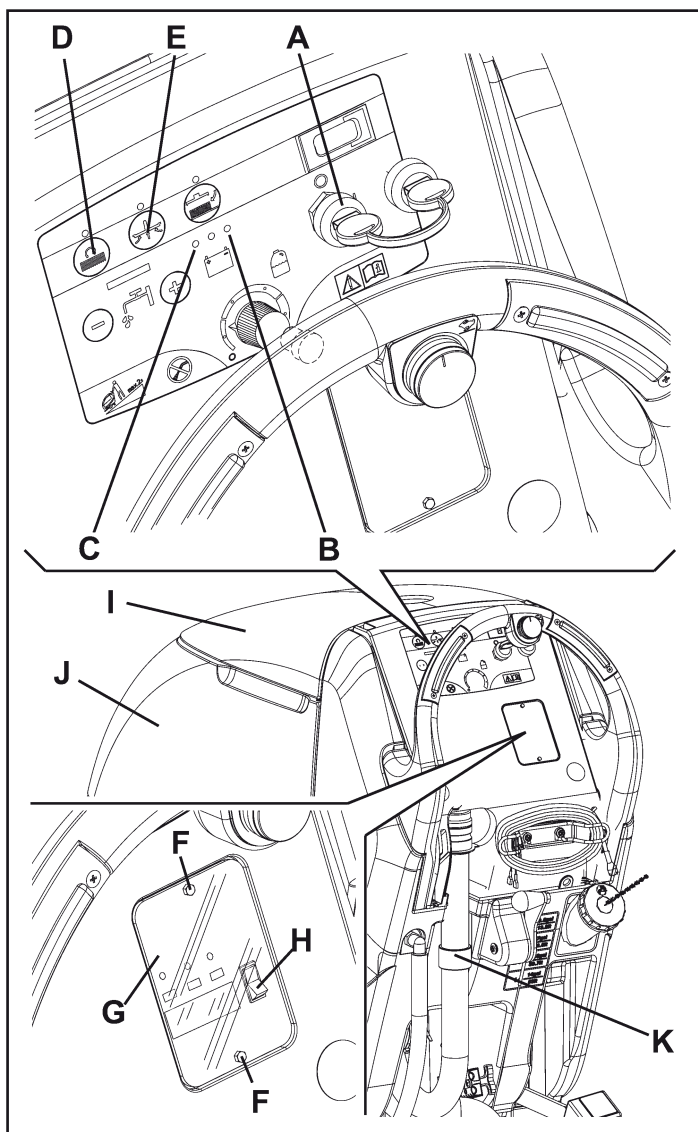

Figure 7
1. Tourner la clé de contact (A, Fig. 7) en position "I" et remarquer ce qui se passe pendant les premières secondes de fonctionnement de la machine :
- Si le témoin lumineux vert (B) clignote, la machine est configurée sur GEL.
- Si le témoin lumineux rouge (C) clignote, la machine est configurée sur WET.
3. Arrêter la machine en tournant la clé de contact (A) sur "0".
4. Appuyer en même temps et maintenir appuyé les boutons-poussoirs (D) et (E), puis tourner la clé de contact (80) en position "I".
5. Continuez à appuyer ou presser sur les interrupteurs (D) et (E) jusqu'à ce que la lumière d'avertissement (B) ou (C) commence clignoter.
6. Relâchez immédiatement les switches et appuyez sur l'interrupteur du milieu (E) pour basculer à une autre position. (Cela doit être fait lorsque le voyant clignote pour changer le réglage). Cycle l'interrupteur à clé pour vérifier.